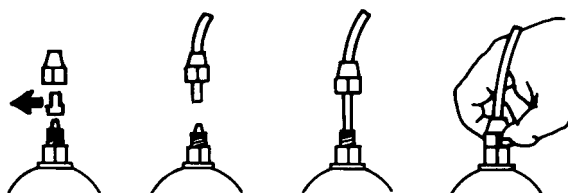

Fig. 6
e.- Retirar as duas cápsulas de proteção dos nipples, inserir até o fundo as mangueiras nos espigões cônicos e travá-las com as respectivas porcas-trava de fixação (Fig. 6).